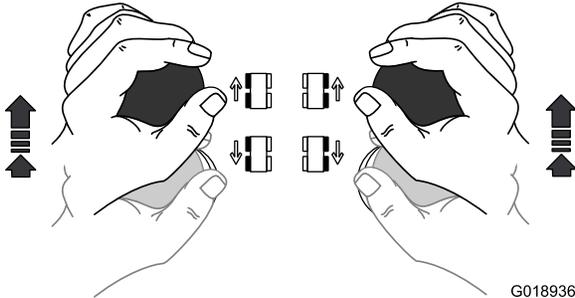

Figura 38
- Para desplazar la máquina **hacia adelante**, sujete ambas palancas de control de tracción con las manos y empuje ambas palancas hacia adelante (Figura 38).